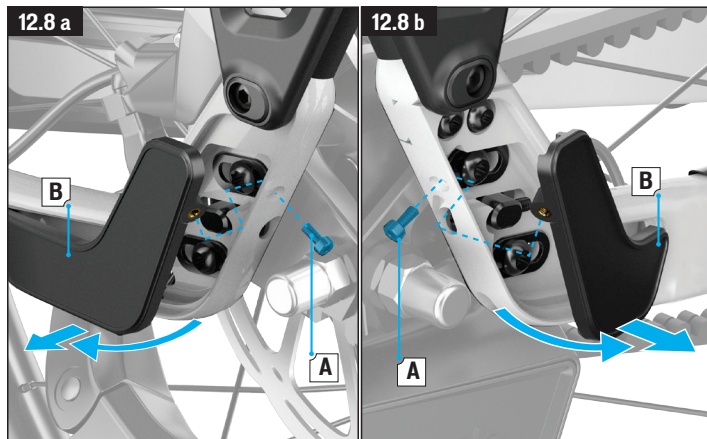

Fig. 12.8 A og B
- Fjern dekslene for de justerbare girørene (fig. 12.8 A-B)
- Bruk en TX25-skiftenøkkel til å fjerne de øvre setestagkoplerboltene (A) og setestagkopplersylinderen (B) fra girøret (dropout).
- Trekk kjedestaget og setestaget fra hverandre og skyv beltet forsiktig gjennom mellomrommet i setestaget (C).